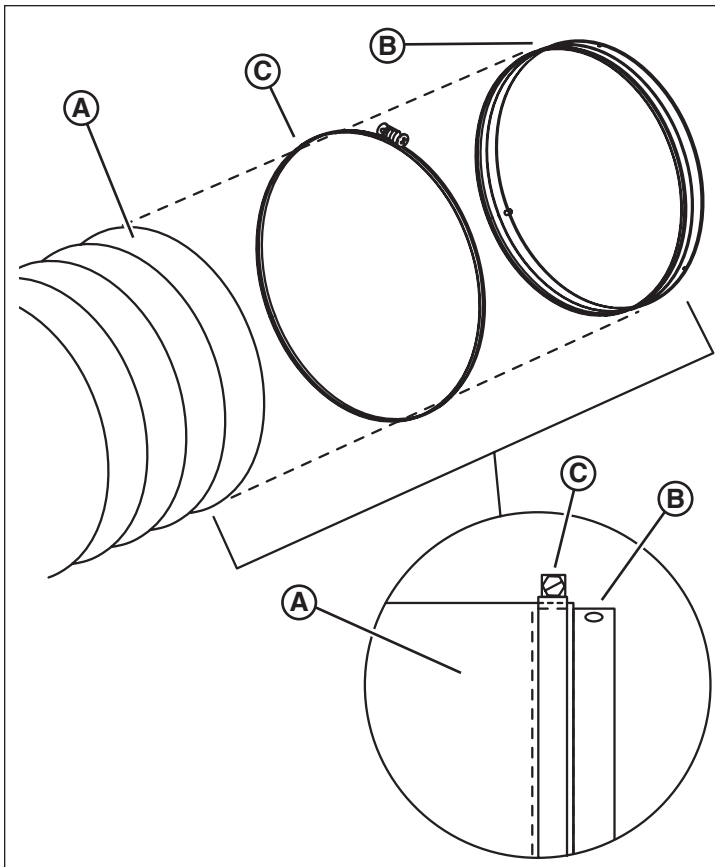

Figura 18
1. Instale el conducto flexible (A, Figura 18) sobre la banda de conexión (B). El conducto flexible debe cubrir solo la mitad de la banda de conexión (recuadro) y así permitir que se vean los pasadores de bloqueo y las flechas en la mitad restante. Fije con una abrazadera de fleje tipo tornillo de tamaño grande (C).